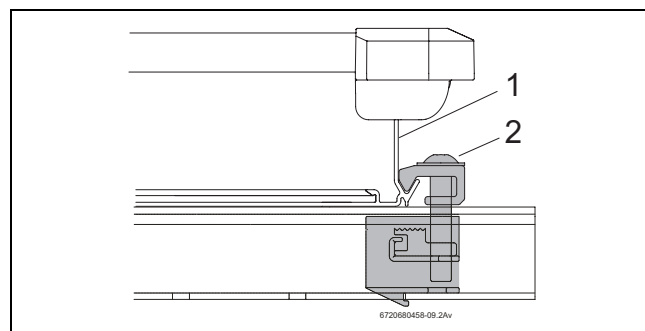

Fig. 53 Sujeción de captador sencilla atornillada
- ▶ Deslizar el captador (→ Fig. 53, [1]) con cuidado en la sujeción de captador sencilla y alinearlos horizontalmente.
- ▶ Atornillar la sujeción de captador sencilla con la llave SW5. El fijador (→ Fig. 53, [2]) de la sujeción del captador agarra ahora el canto inferior del captador.